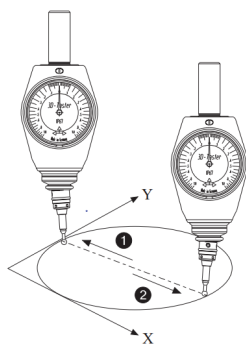

Fig. 9
---Placer la sonde du testeur 3D dans l'alésage et avancer le long de l'axe X jusqu'à ce que la sonde entre en contact avec la pièce et que l'aiguille indique " 0 " (Fig. 9).